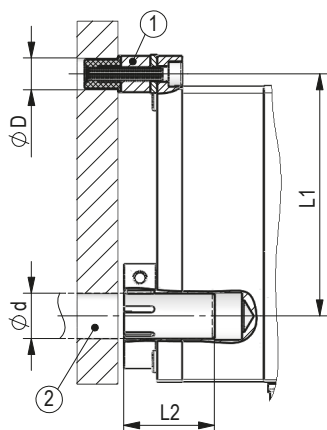

Abb. 1: Einbaumaße
- ▶ Sorgen Sie für einen geringen Wellen- und Winkelversatz zwischen Welle und Aufnahmebohrung durch geeignete Fertigungsmaßnahmen (siehe **Abb. 1 + Tab. 1**).
**Vorbereitung Montage (Abb. 1, Abb. 2, Abb. 3, Abb. 4):**
1. Bohrung ( $\emptyset D$ ) auf Abstand ( $L_1$ ) zur Antriebswelle ② fertigen.
2. Länge ( $L_2$ ,  $L_3$ ) und Durchmesser ( $\emptyset d$ ) der Kundenwelle ② beachten.
3. M6 Schraube in der Drehmomentstütze ① und M6 Schraube im Klemmring ③ lockern.
**Montage (Abb. 1, Abb. 2, Abb. 3, Abb. 4):**
1. Stellantrieb auf Kundenwelle ② schieben bis Drehmomentstütze ① auf Anschlag ist. Drehmomentstütze lässt sich über ein Langloch den Einbauverhältnissen geringfügig anpassen.
2. Klemmringschraube ③ mit 8 Nm anziehen.
3. Schraube für Drehmomentstütze ① mit 2 Nm anziehen.